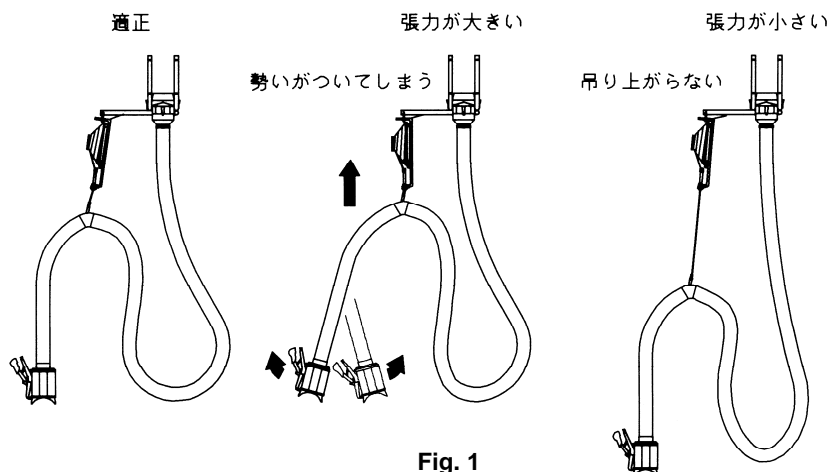

Fig. 1
- ・ ラバーノズルをしっかりと保持し、排気ホースを下げた時、ウェイトバランサーによるホースを吊下げている力（張力）の調整が、適正であることを確認してください。(Fig. 1)